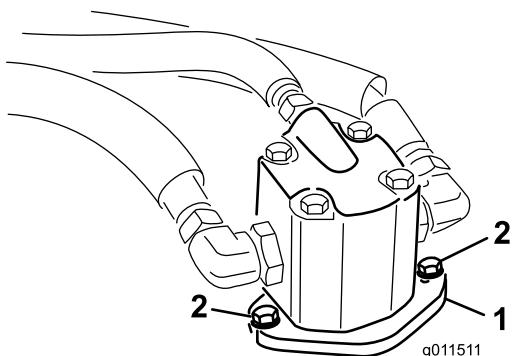

Figure 1
- Enlevez les boulons qui fixent le moteur hydraulique au plateau de coupe (Figure 1). Soulevez le moteur du plateau et posez-le à l'écart sur une surface propre. Veillez à ne pas endommager l'accouplement en aluminium.